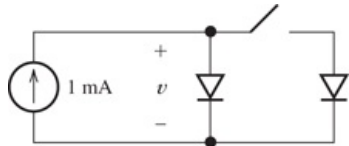

Figure P9.13
***P9.13.** Les diodes représentées dans Figure P9.13 sont identiques et ont $n = 1$. La température de la diodes est constante à 300 K. Avant que l'interrupteur ne soit fermé, la tension est de 600 mV. Trouvez v après la fermeture de l'interrupteur. Répétez l'opération pour $n = 2$.